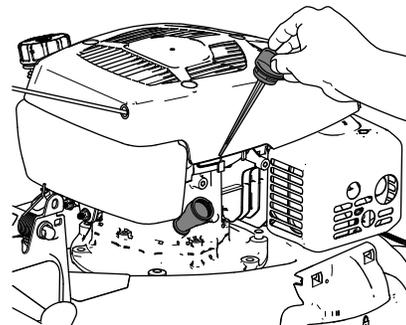

Figura 28
3. Retire la varilla girando el tapón en el sentido contrario a las agujas del reloj y tirando del mismo (Figura 28).
4. Ponga la máquina de lado (con el filtro de aire hacia arriba) para drenar el aceite usado del tubo de llenado de aceite (Figura 28).